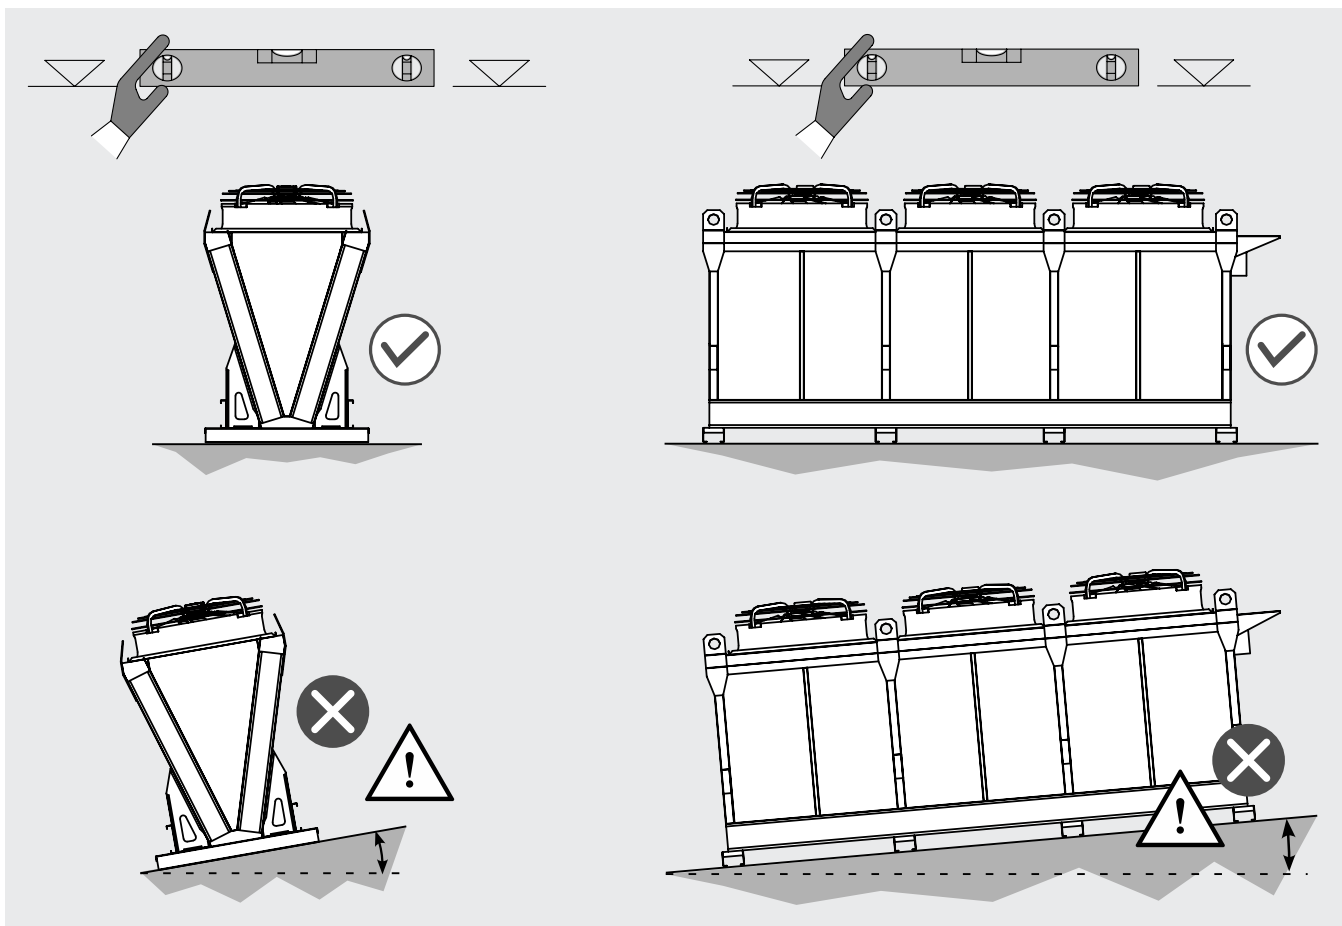

Figura 3
- 4.2 Asegúrese de que la superficie de instalación (sobre una plataforma u otra estructura de soporte) sea perfectamente horizontal y plana, sin desniveles y dimensionada para soportar el peso del modelo. Para las dimensiones y pesos, consulte el manual y la documentación adjuntos al modelo. Véase la Figura 3.